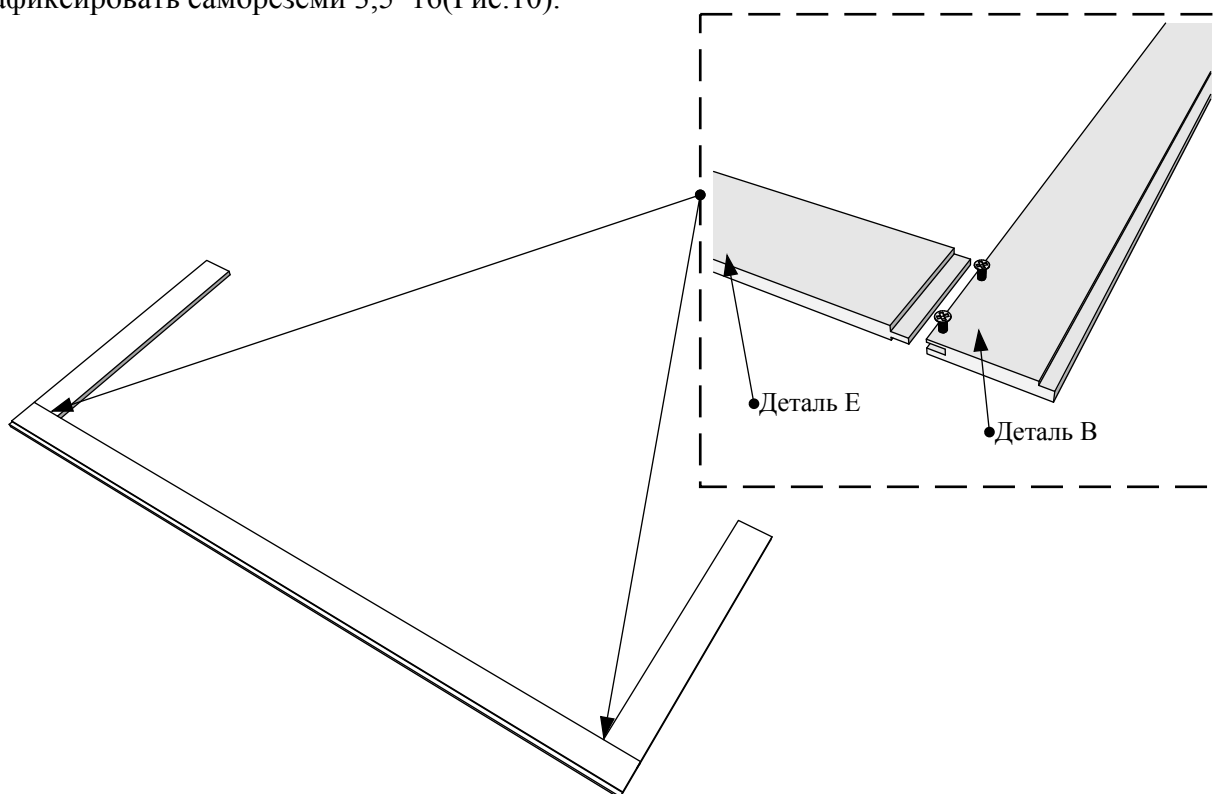

Рисунок 10
4.1 Взять боковые столбы (деталь В), установить по краям боковые царги (деталь Е) и зафиксировать саморезами 3,5*16(Рис.10).